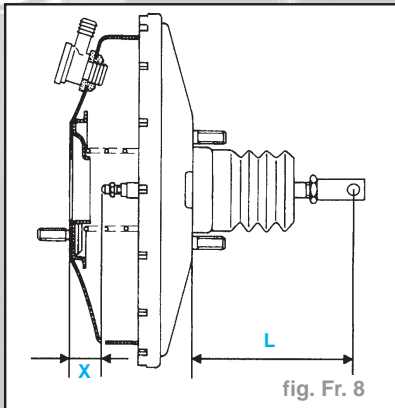

fig. Fr. 8
- Avant le remontage, vérifier (fig. Fr. 8) :